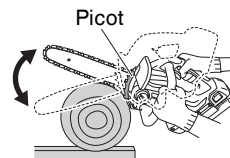

Fig. 22
- (3) Lorsque vous sciez un morceau de bois épais, poussez le picot de la partie avant de l'outil contre le morceau de bois et sciez ce dernier en exerçant un effet de levier en vous servant de le picot comme point d'appui, comme cela est indiqué sur la Fig. 22.